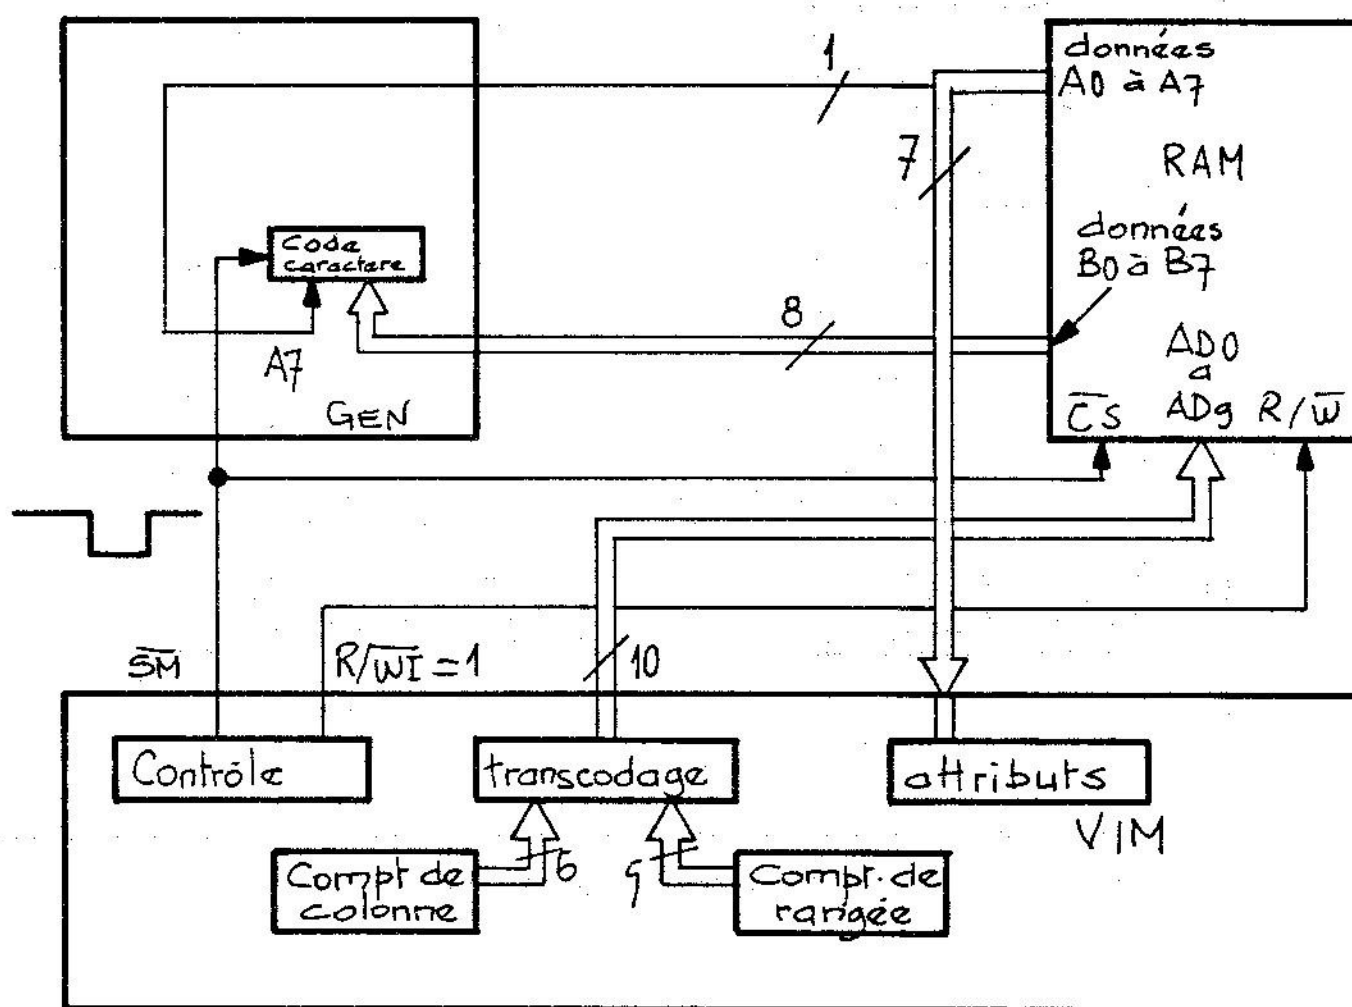

Fig. 21 Recherche du code caractère
- Recherche du code caractère (voir Fig. 21)